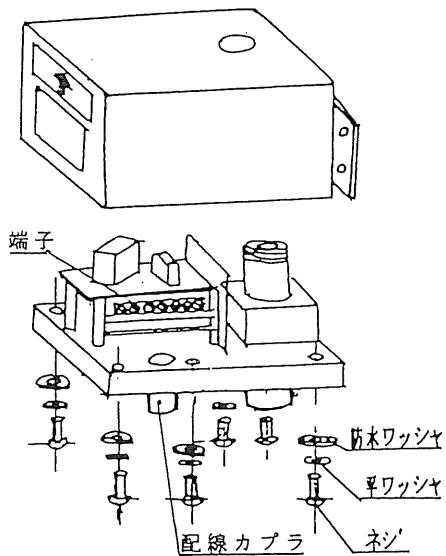

図2 分離方法
ベース裏面のペイントロックしていない 6 本のネジを取り外し、ケースとベースを分離して下さい（図 2 参照）。
配線は配線カプラを通し、ベースの端子に配線して下さい。(図2参照) 配線は本装置側から行い、電線の長さは相手側で調整して下さい。
- ① 避雷器用断路器を開放し、避雷器接地線に漏れ電流が流れない状態にして下さい。
- ② 4頁の図2に示した、ベースの6本のネジを取り除き、ベースをケースより取外して下さい。